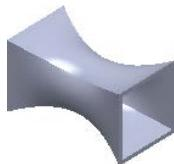

图 5.21.3 薄壁凸台-放样特征
- 在“放样”对话框中选中 **薄壁特征(I)** 复选框，可以通过设定参数创建如图 5.21.3 所示的薄壁凸台-放样特征。